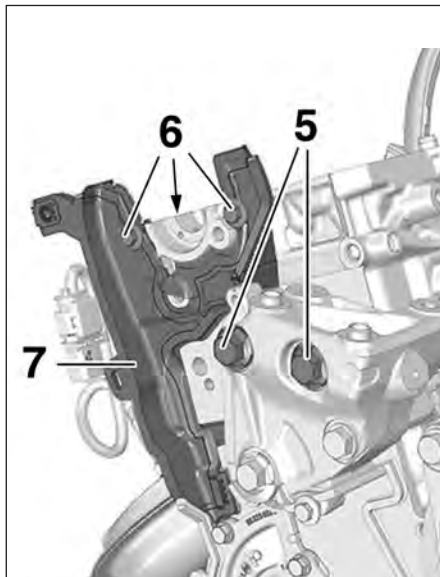
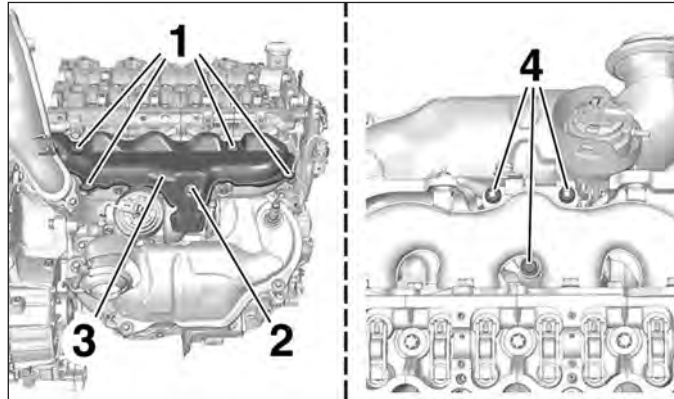

FIG.87
FIG.86
- les vis (1) (Fig.86),
- la vis (2),
- l'écran thermique (3) du collecteur d'échappement,
- les fixations (4) du turbocompresseur sur le collecteur,
- les vis (5) (Fig.87),
- les vis (6),
- le carter de distribution arrière (7),